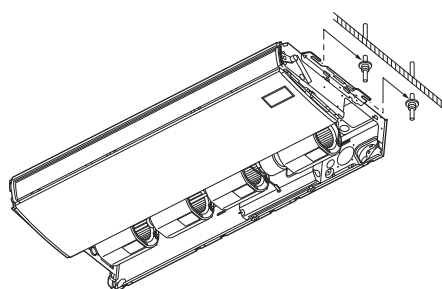

Рис. 3-14
- б) Поднимите внутренний блок и установите его на шайбы через углубления, чтобы зафиксировать на месте. (Рис. 3-14)